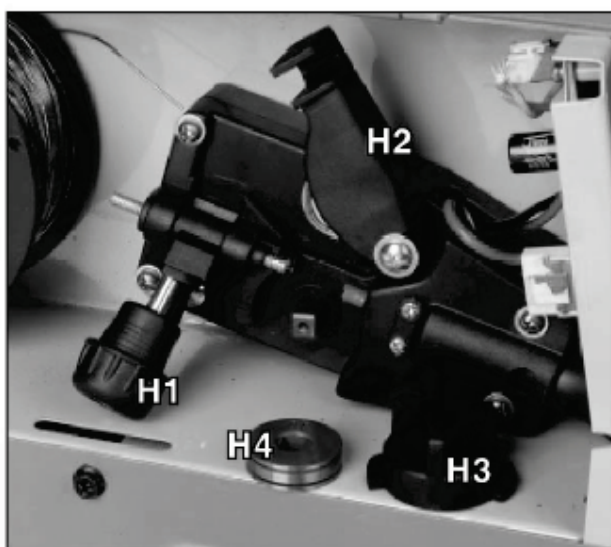

Рис. 4. Замена приводного ролика.
1. Разблокируйте регулятор натяжения (рис. 4, Н1), потянув верхнюю барашковую гайку в направлении задней части сварочного аппарата.
2. Поднимите рычаг (рис. 4, Н2) и вращайте приводной ролик вручную, пока не получите доступ к установочному винту в центре ролика.
3. Ослабьте установочный винт (рис. 4, Н3).
4. Снимите приводной ролик (рис. 4, Н4) с вала.
6. Затяните установочный винт на приводном ролике и опустите рычаг (рис. 4, Н2) на место.
7. Поднимите регулятор натяжения (рис. 4, Н1), чтобы вернуть его на место и при необходимости отрегулировать.